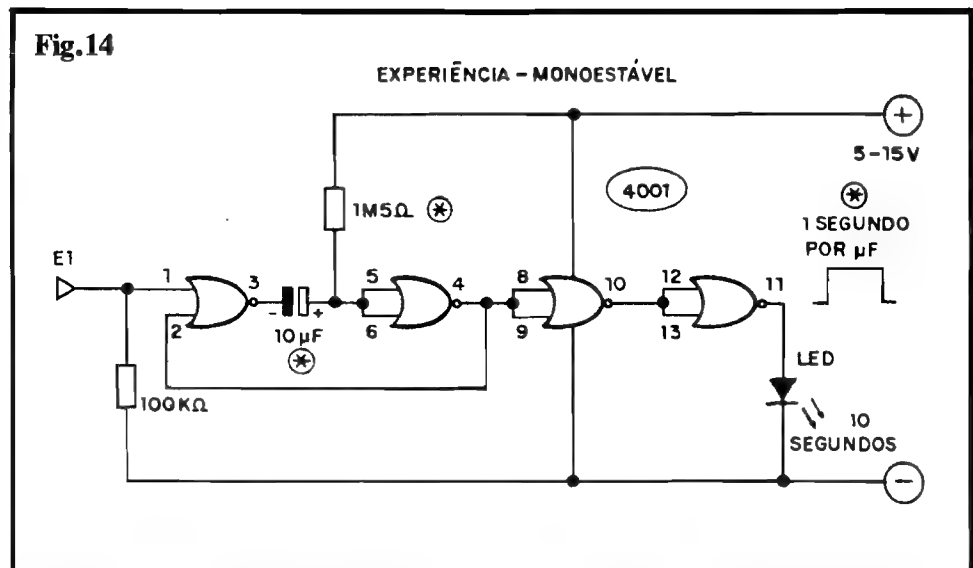

Fig. 14
**- FIG. 14 - (EXPERIÊNCIA) - MONO-ESTÁVEL** - Faça a montagem do circuito experimental no **proto-board** (matriz de contatos), com atenção para a polaridade do capacitor eletrolítico... Note que, ao ser inicialmente energizado o circuito, o LED não acende... Por quê...? Faça um breve contato do ponto E1 (entrada de disparo) com a linha do **positivo** da alimentação... Note o imediato acendimento do LED e conte o Tempo de acendimento, confrontando-o com o eventual resultado "matemático" da fórmula já dada... Repita o comando de disparo várias vezes, contando e anotando os Tempos, verificando a "constância" desse parâmetro... Experimente "deixar" o ponto E1 ligado ao **positivo** e verifique o que ocorre com o período do MONO-ESTÁVEL, monitorado pelo acendimento do LED... "inverte" o LED, ligando seu catodo ao pino 11 do 4001 e seu anodo à linha do **positivo** da alimentação, repita as experiências sugeridas e verifique o "comportamento" do LED. Raciocine a respeito... Descubra "o quê" estão fazendo no circuito os **gates** delimitados pelos pinos 8-9-10 e 11-12-13... Substitua o capacitor original de 10µ por outros, de valores diversos, verificando qual a influência de tais modificações nos Tempos finais do MONO-ESTÁVEL...